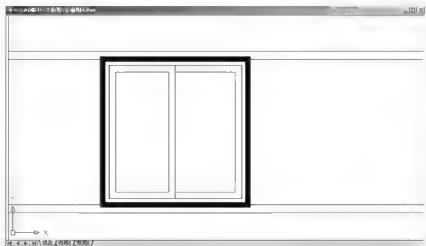

图 4.15 修剪窗扇多余的线
(6) 使用【修剪】命令把多余的线修剪掉，结果如图 4.15 所示。